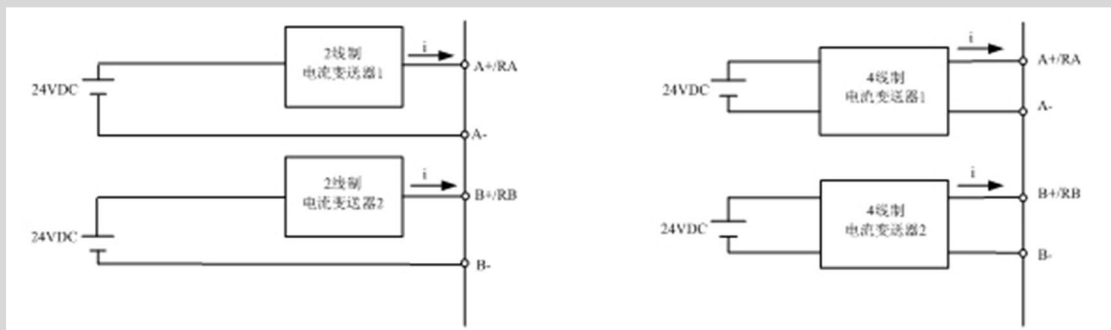

图 71 电流变送器 2 线制接法
- 图 71 为 2 线制和 4 线制电流变送器的连接方式，变送器由外部电源供电，也可以根据电源容量要求，选择使用 CPU 模块 24VDC 的输出。